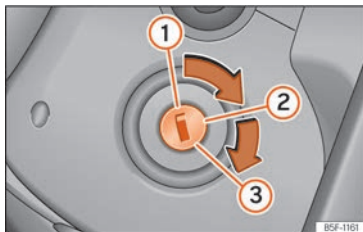

Fig. 208 Posizioni della chiave di accensione.
Posizioni della chiave »» **fig. 208**
- Girare la chiave in posizione »» **fig. 208 ②**. Nei veicoli diesel avviene il preriscaldamento .
- Continuare a girare la chiave fino alla posizione »» **fig. 208 ③** senza premere l'acceleratore.
- Quando il motore si avvia, rilasciare la chiave. Quando si rilascia la chiave, questa torna in posizione **②**.
- *Veicoli con bloccetto d'avviamento:* Girare la chiave fino alla posizione » » » **fig. 208** ⓘ.